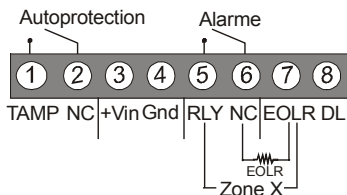

Figure 1: Bornier
- Borne 7:** Résistance de fin de ligne optionnel - voir figure 1.